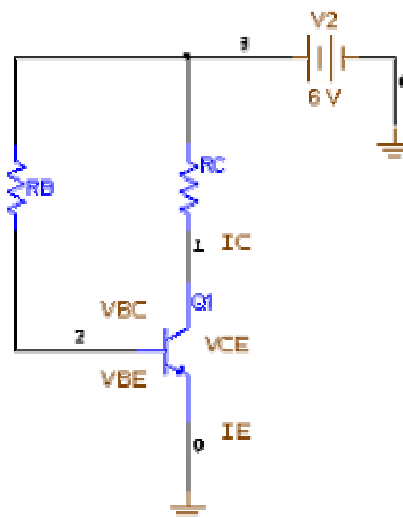

Figura. 2
- a) Construya el circuito de polarización fija que se muestra en la figura 2.